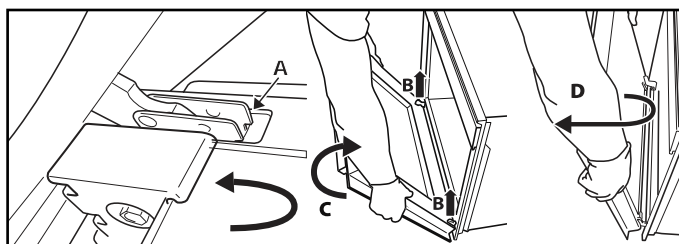

Fig. 2
3. Chiudere la porta fino al fermo (A), sollevarla (B) e ruotarla (C) fino allo sganciamento della stessa (D) (Fig. 2).